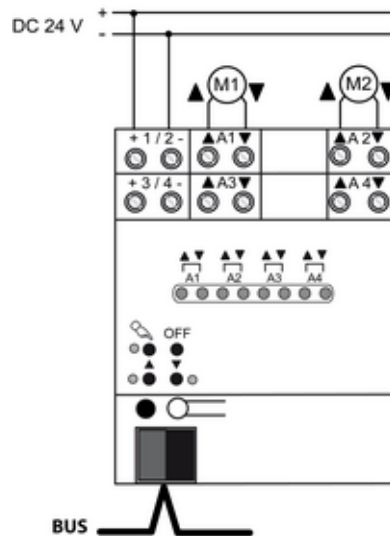

Bild 4: Anschlussbeispiel mit zwei Motoren
- Busleitung mit Anschlussklemme anschließen (Bild 4).
- Versorgungsspannung an den Klemmen **1/2** bzw. **3/4** anschließen (Bild 4).
- Motoren an Lastklemmen **A1 ... A4** anschließen (Bild 4).